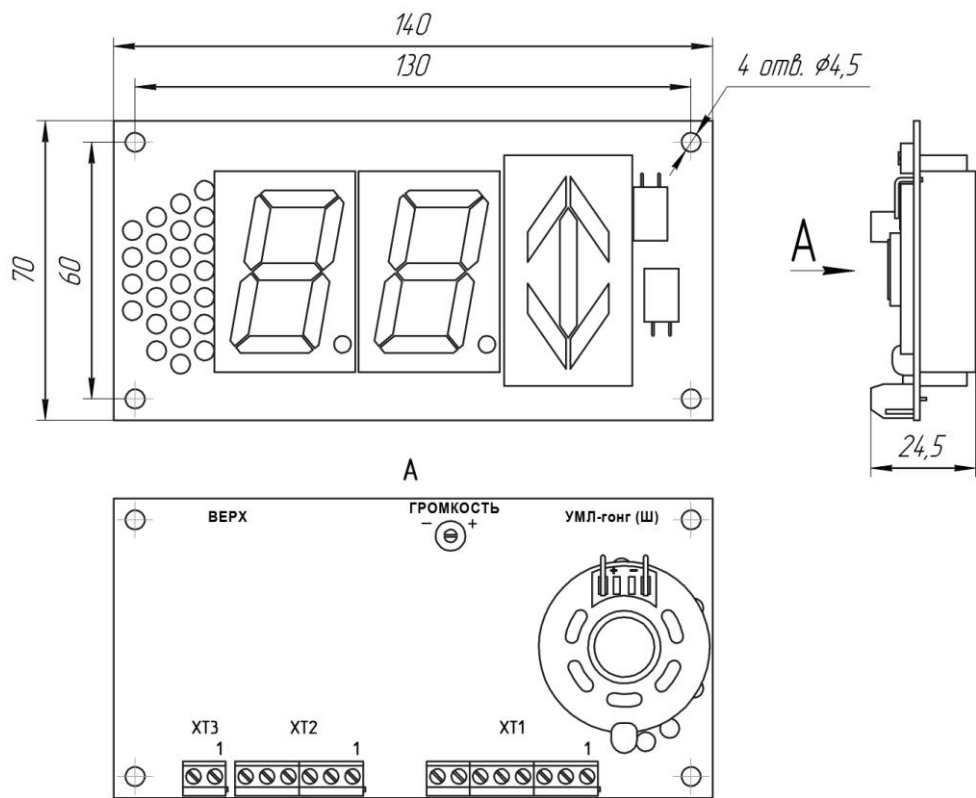

Рис.1. Габаритные и установочные размеры УМЛ ГОНГ(Ш).
4.1.3 Подключить в соответствии с таблицами 1, 2, 3. Расположение разъемов и нумерация контактов показаны на рис.1.